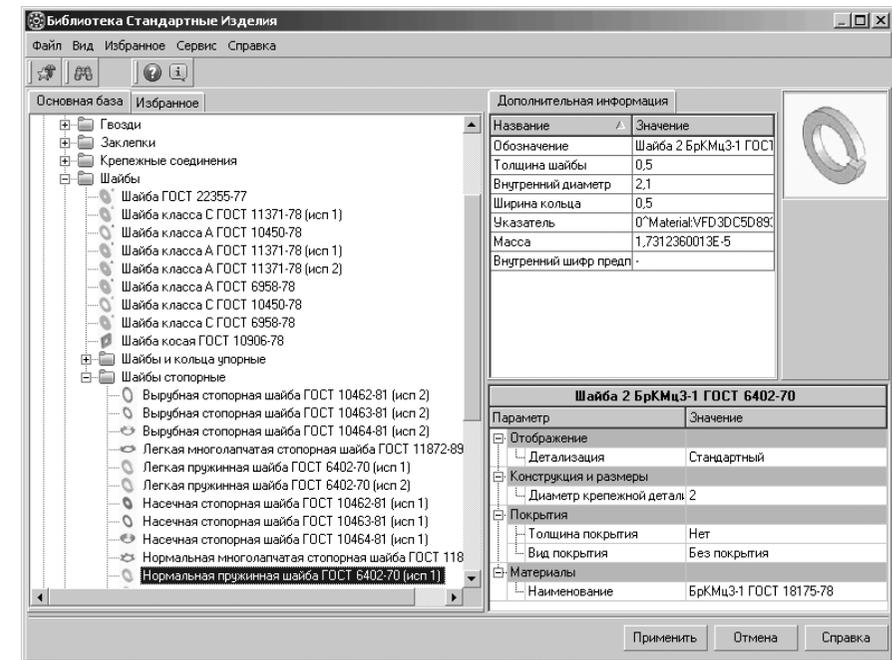

Рис. 6.69. Диалоговое окно **Шайба плоская**
- дважды щелкните по пункту **Шайбы** в правой части **Библиотеки крепежа – Шайбы**. Появится диалоговое окно **Шайба плоская**, показанное на рис. 6.69.